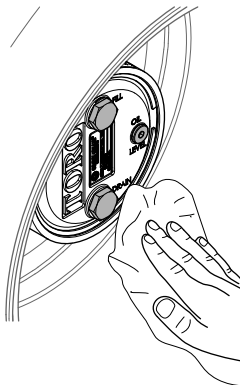

Figura 70
3. Limpie con un trapo los alojamientos del planetario y del freno (**Figura 70**).